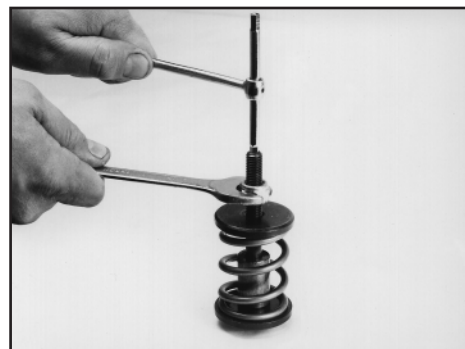

Fig. 54
- 5.10.2 - Svitare totalmente il dado (61) sul perno filettato (13) (fig. 54), sfilare il perno, sfilare il guidamolla (11), e riavvitare il dado (61).
- 5.10.2 - Totally unscrew nut (61) on pulling rod (13) (fig. 54), remove it, remove spring guide (11), change spacer (12), mount again the pulling rod (13), spring guide (11) and screw nut (61).